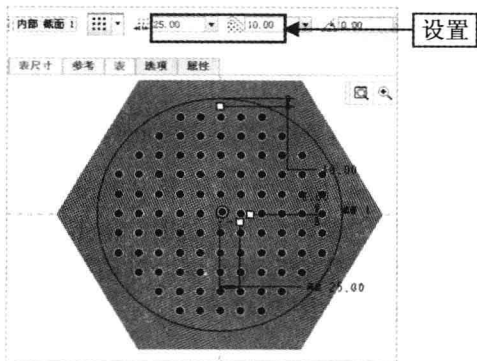

图 7-45 设置参数
Step 05 单击“关闭”面板中的“确定”按钮, 完成截面绘制并退出草绘环境，在“阵列”选项卡中的相应数值框分别输入 25 和 10，如图 7-45 所示。